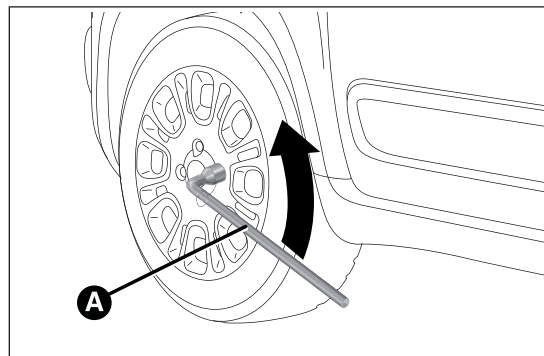

fig. 103
- ☐ tomar la llave A fig. 103 y aflojar aproximadamente una vuelta los tornillos de fijación;
- ☐ tomar la llave A fig. 103 y apretar a fondo los tornillos de fijación;